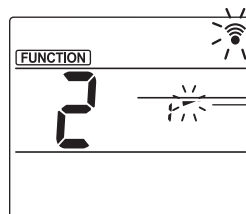

Fig. 3
- ③ Ajuste el ángulo del deflector (Fig. 3)